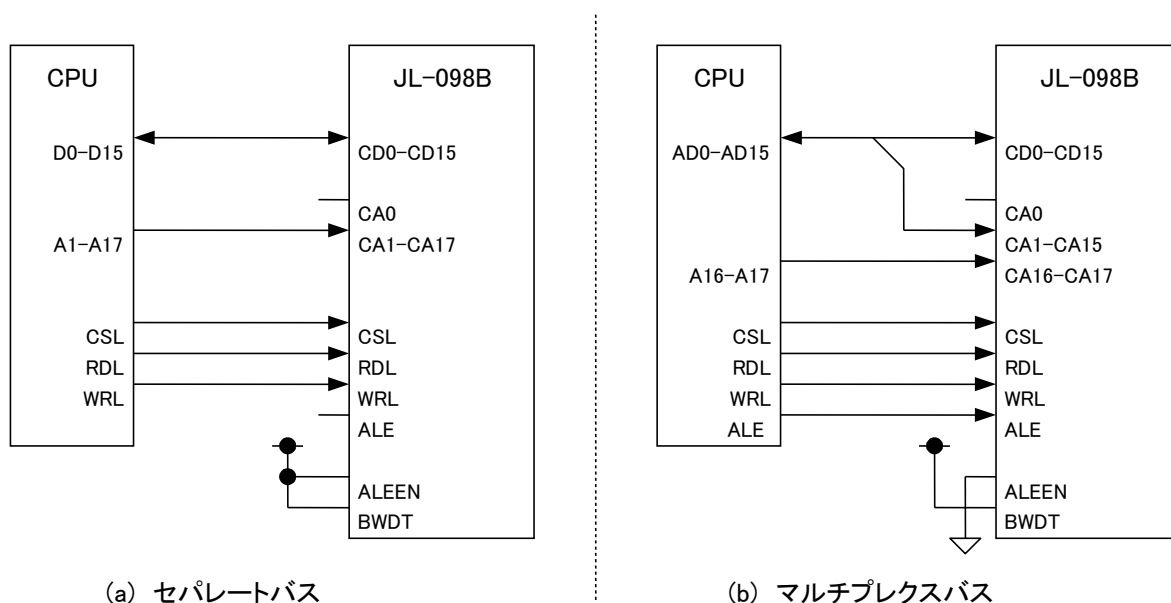

図 2-4 16ビット CPU 接続例
■ アドレス／データバス分離タイプの CPU に接続する場合 (図 2-4(a))
■ アドレス／データバスのマルチプレクスタイプの CPU に接続する場合 (図 2-4(b))